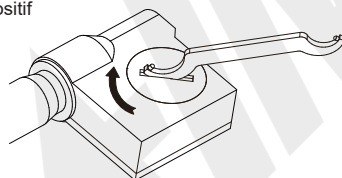

fig.3
---Mettez le couvercle de la batterie en arrière et tournez dans le sens horaire pour le réparer (fig.3)